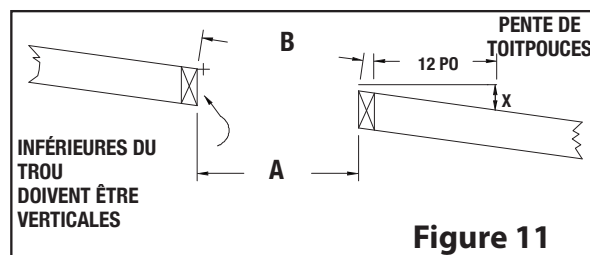

Figure 11
Étape 1 : Placez la cheminée dans un endroit pratique aussi proche que possible de la sortie de l'appareil. Découpez et encadrez un **XRCS OU XSSC24** trou dans le toit pour le support. Les côtés de ce trou doivent être verticaux. (voir Figure 11)